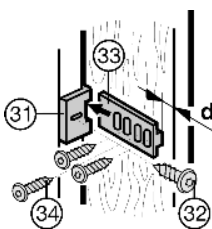

Fig. 19
- ▶ Montare l'elemento di accoppiamento porta Fig. 19 (31) con la vite Fig. 19 (32), prestando attenzione alla posizione della maniglia. Con la porta completamente aperta:
- ▶ Inserire la guida di accoppiamento porta Fig. 19 (33) e avvitare all'anta del mobile con le viti Fig. 19 (34). Rispettare la distanza d (spessore della parete del mobile).